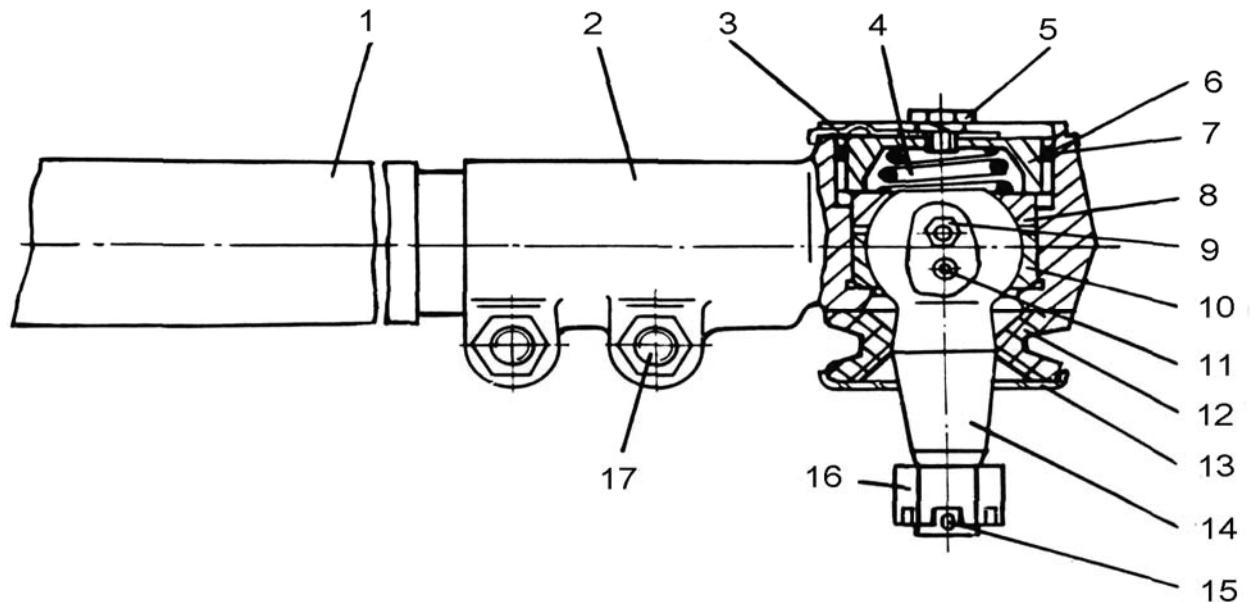
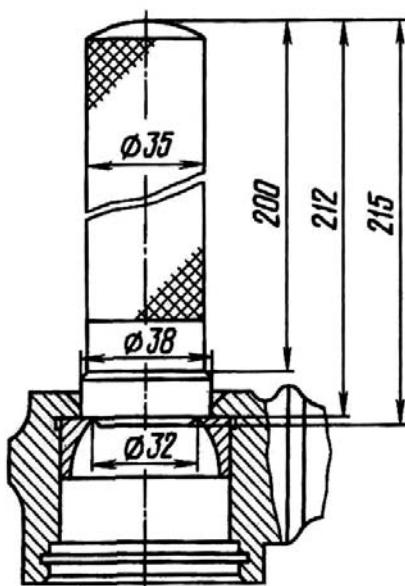

Рис. 68. Тяга поперечная рулевая:
Рис. 69. Выпрессовка сухаря шарового пальца
Поперечная рулевая тяга (рис.68) представляет собой штангу с навернутыми на ее концы наконечниками 2, в которых закреплены шаровые пальцы 14. Поперечная тяга рулевой трапеции соединяет нижние рычаги поворотных кулаков передних колес. С помощью наконечников 2 можно изменять длину тяги и регулировать схождение колес.
4. С помощью оправки (рис.69) выпрессовать из головки наконечника 2 (рис.68) нижний сферический сухарь 10.
1. Установить и зажать рулевую тягу в тисках, запрессовать в наконечник 2 тяги (рис.68) нижний сферический сухарь 10 и заложить смазку ЛИ-ТОЛ-24.
Схема пневматического оборудования тормозов и питания сжатым воздухом других потребителей на автомобиле приведена на рис.68.